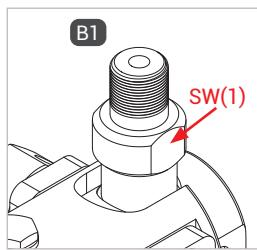

Figure 1
- ▶ Lors du montage du flexible de remplissage, exercer une contrepression sur le méplat SW (1) (Figure 1) à l'aide d'une clé plate.
- ▶ Visser hermétiquement l'entrée fluide «B1» à l'embout de raccordement du flexible de remplissage (Figure 1). Voir le tableau ci-dessous pour les couples de serrage.